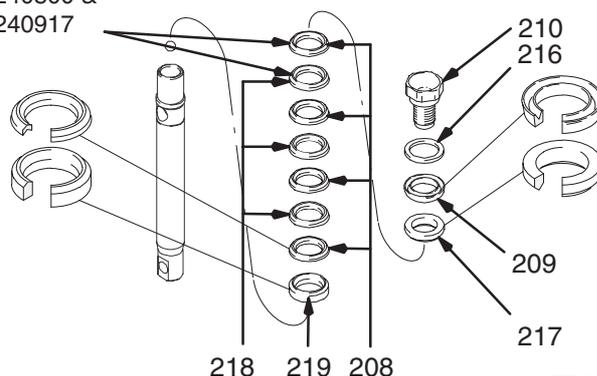

Fig. 9
Fig. 9. Faire tremper tous les joints en cuir dans de l'huile SAE 30W pendant 1 heure au minimum avant le montage. Enfiler la bague mâle (219) sur la tige de piston. Enfiler alternativement les joints en UHMWPE (208) et en cuir (218) (attention au sens) sur la tige de piston. Monter la bague femelle (217). Monter la rondelle d'appui (216) et le joint en U (209) (attention au sens) sur la soupape de piston. L'enduit d'étanchéité spécial recouvrant le filetage de la soupape de piston est bon pour quatre changements de joints. Enduire le filetage de la soupape de piston de Loctite® après le quatrième changement de joints.